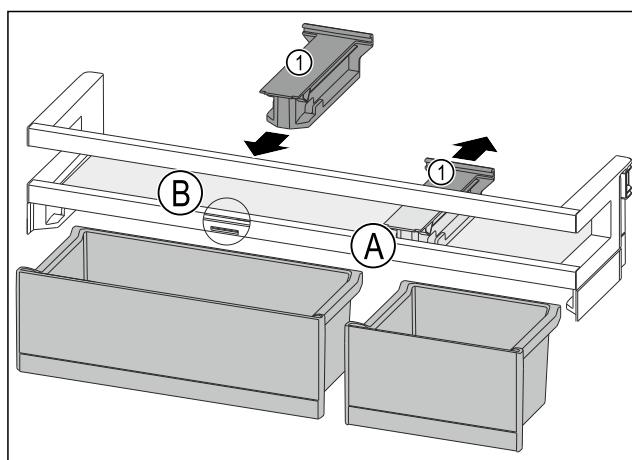

Fig. 116
- ▶ Stiahnite prídružný diel Fig. 116 (1) v polohe Fig. 116 (A) dozadu.
- ▶ Vložte prídružný diel Fig. 116 (1) v polohe Fig. 116 (B).